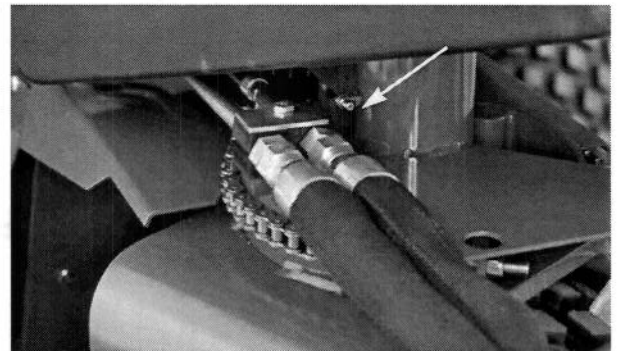

Figure 14
Les roulements et bagues devant être graissés sont: roulements des roues avant (Fig. 12), timonerie de commande déplacement (Fig. 13) et arbre de direction (Fig.14).
N.B.: Pour accéder au graisseur de l'arbre de direction (Fig. 14), déposer les (4) vis et les entretoises qui fixent le réservoir d'essence en haut de la machine et soulever l'avant du réservoir.